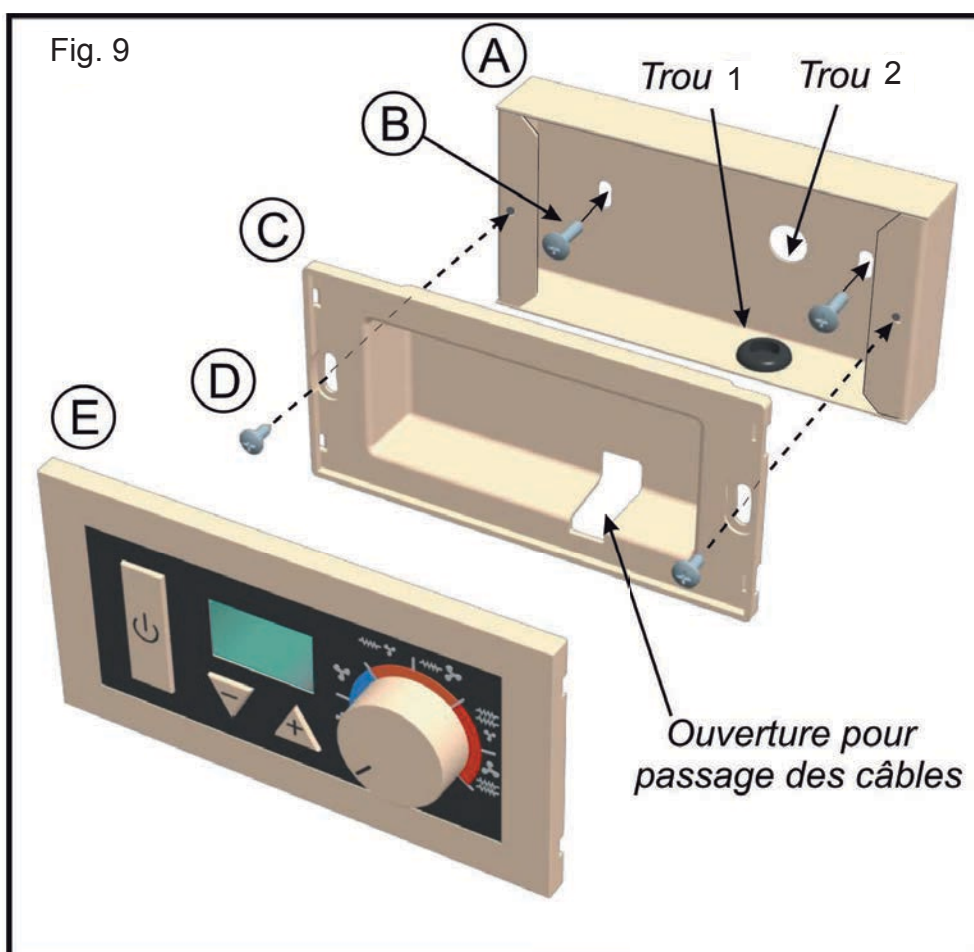

Fig. 9
- Faire passer les fils d'alimentation par l'ouverture prévue à cet effet sur le fond du boîtier (fig.9), puis visser le fond avec les 2 vis (D) sur le boîtier d'encastement.